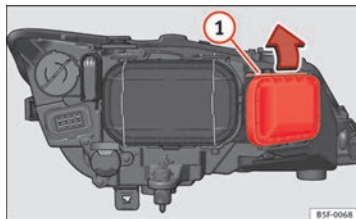

Fig. 183 Lámpara luz intermitente
- Desplace el tirante ⇒ fig. 183 (1) en el sentido de la flecha y saque la tapa.